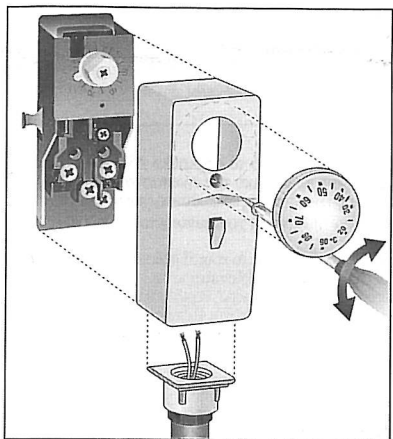

fig.3 - εικ.3
- A) Bevestig het produkt op de buis m.b.v. het speciale bijgeleverde accessoire. (fig.3)
- A) Fije el aparato a la tubería utilizando el accesorio suministrado (fig.3)